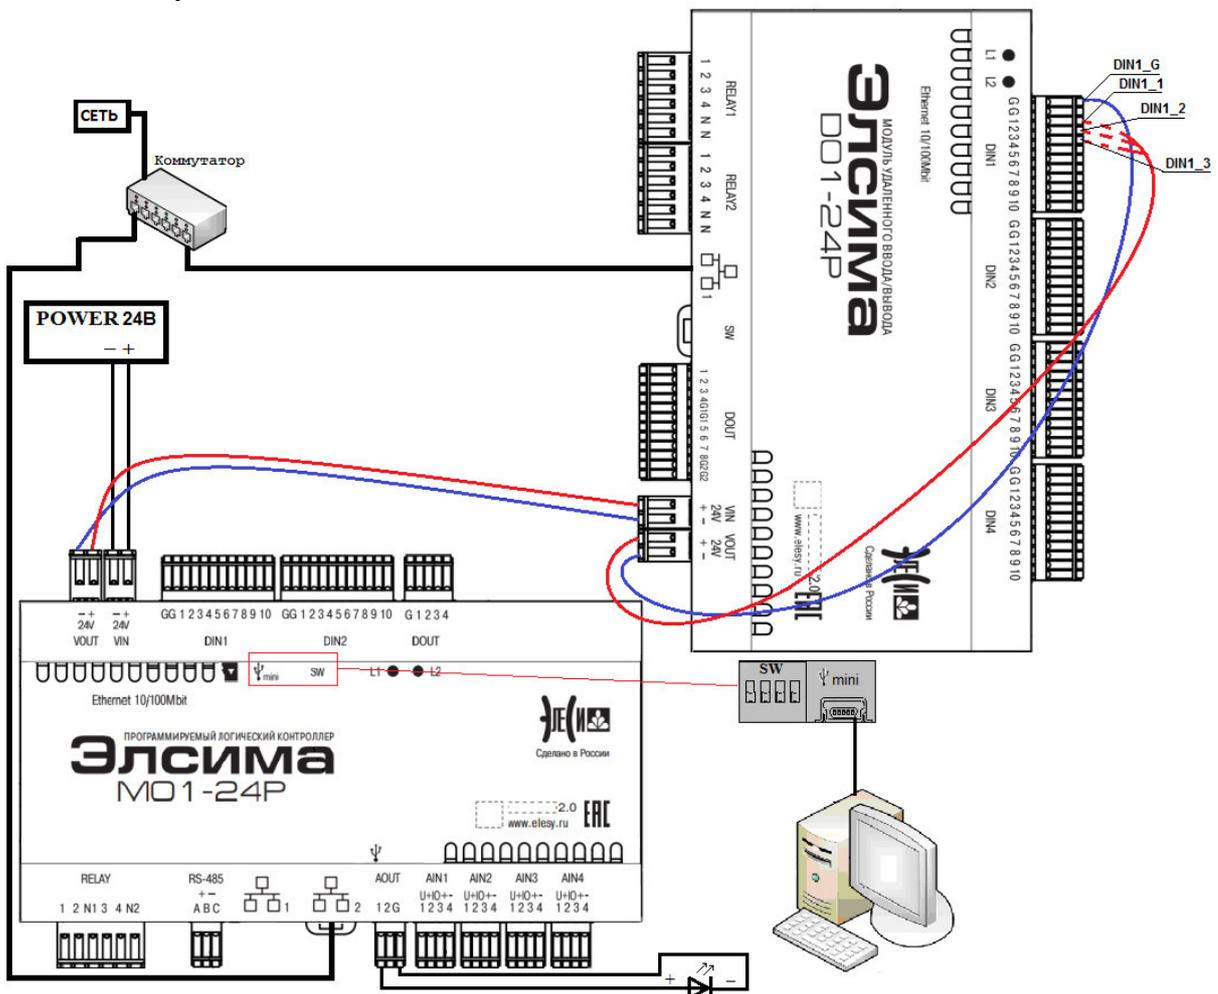

Рисунок 4.1 – Схема подключения контроллера и модуля через коммутатор
5. Соединить одним проводом VOUT «->» модуля УВВ Элсима-D01 с DIN1\_G модуля. Другой провод подключить к разъему VOUT «+», вторым концом провода можно подавать сигналы на цифровые входы DIN1 (рисунок 4.1).
6. Подключить контроллер к компьютеру путем соединения разъема «mini-USB тип В» («☞ mini») ПЛК кабелем USB с ПК с использованием драйвера виртуальной сети RNDIS (рисунок 4.1). Подробную информацию о драйвере можно найти в документе «Контроллер программируемый логический Элсима. Руководство по эксплуатации».
Для работы с дискретным вводом модуля УВВ Элсима-D01 необходим провод, один конец которого подключается к **VOUT «+»**, а второй подает поочередно сигналы на **DIN1\_1**, **DIN1\_2** и **DIN1\_3** (рисунок 4.1).